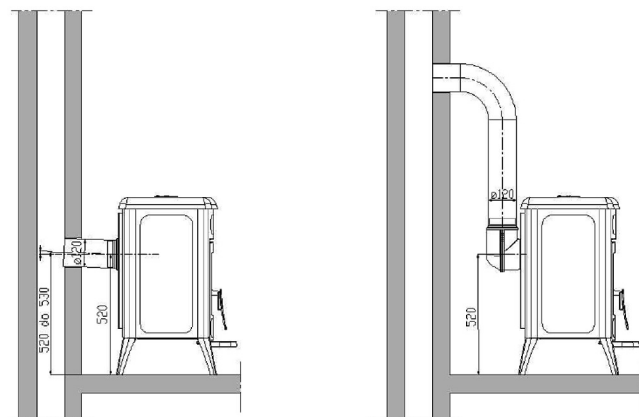

Bild 2
Die Vorderplatte (162) muss auf der vorgesehenen Stelle (siehe Bild auf Vorderseite) angebracht werden. Der Schornsteinanschluss befindet sich an der Hinterseite. Rauchrohranschluss unten und oben, und Rauchrohranschluss werden geliefert. Das Bild 2 zeigt Anschlussmöglichkeiten. Der Anschluss, wie gezeigt auf der Abbildung b), wird empfohlen. Falls Sie sich für den Anschluss unter a) entscheiden, sorgen Sie dafür, dass der Anschluss mit kleiner Steigung zum Schornstein ausgeführt wird.